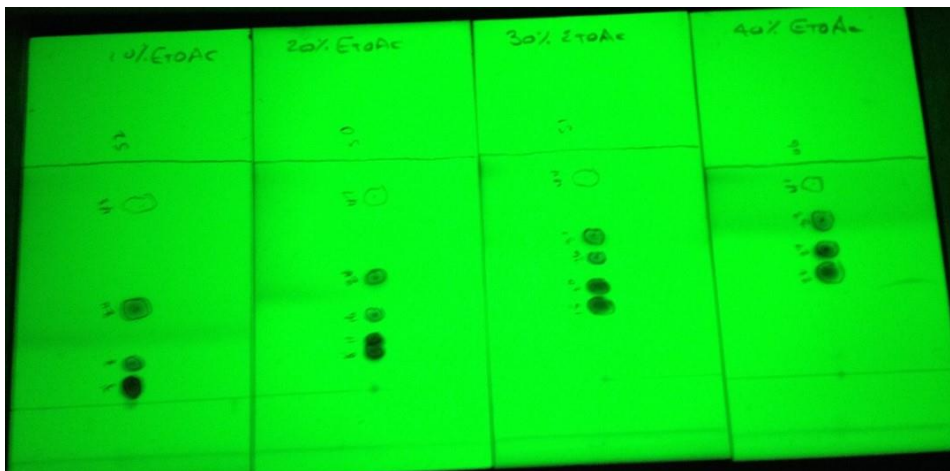

図 2. TLC 分離における溶媒比率の影響。左から、10% EtOAc/ヘキサン、20% EtOAc、30% EtOAc、40% EtOAc。このサンプルでは、20% EtOAc と 30% EtOAc のデータは 5 つの化合物すべての分離を示しています。
2. 溶媒のブレンドが決まったら、今度は溶媒の比率を変えながら TLC 分析を繰り返します。このテストにより、保持率、選択性、負荷、純度を最大化するための最適なブレンドが見つかります (図 2)。